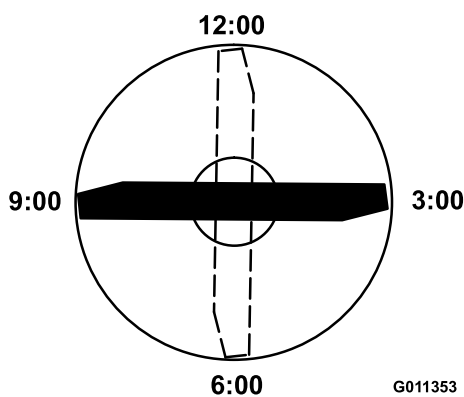

Bild 70
in Mährichtung) und messen die Höhe vom Tisch bis zur Schnittkante (Bild 70).
4. Drehen Sie die markierte Seite des Messers auf die 3- und die 9-Uhr-Stellung und messen Sie die Höhe (Bild 70).